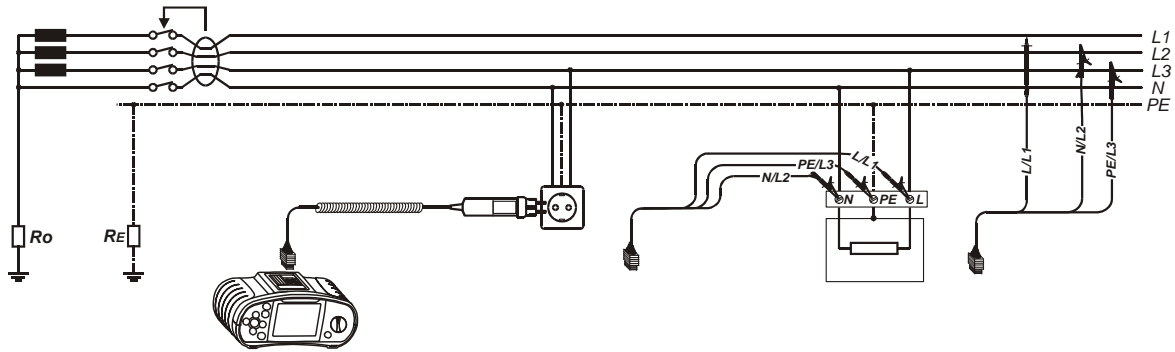

Figura 5.46: Diagrama de conexión
Paso 2 Siga el diagrama de conexiones que se muestra en la figura 5.46 para la realización de la medición de la tensión y de la frecuencia.